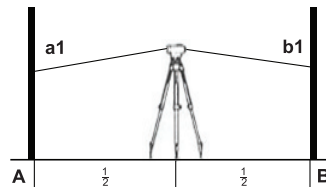

Рис.10
1) Установите прибор посередине между точками А и В. Возьмите отсчеты "a1" и "b1". (Рис.10)